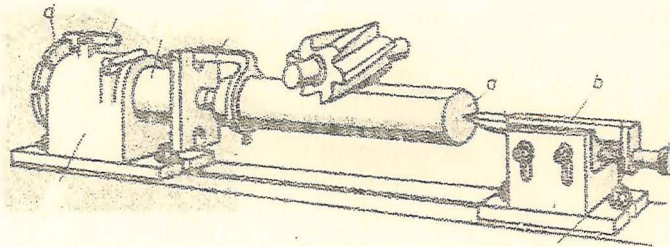

Fig. 1
2.- EL APARATO DIVISOR SENCILLO. (Fig. 1).